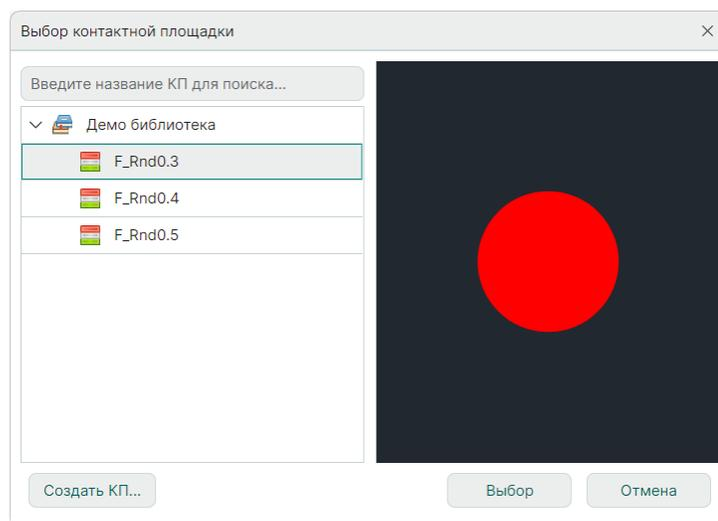

Рис. 190 Выбор типа реперной точки
- Выберите тип реперной точки в окне «Выбор контактной площадки» и нажмите кнопку «Выбор», см. Рис. 190. В окне отображаются реперные точки, созданные во всех доступных библиотеках.